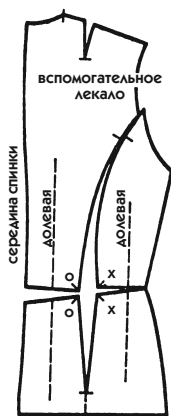

Рис. 332
Для такой модели (рис. 332) выраженное понижение линии талии на спинке на 2—3 см не всегда возможно, даже если базовое лекало требует этого. Это тот случай, когда на спинке линия талии юбки не является одновременно линией талии лифа.
3. Если на базовом лекале нужно понизить линию талии, выполните это понижение, как показано на рис. 332.
- Начертите это понижение при закрытых вытачках. Поставьте засечки X и O, как указано на рис. 332. В будущем при ликвидации понижения излишек с горизонтали (линии талии) уйдет в вертикаль (линию рельефа).